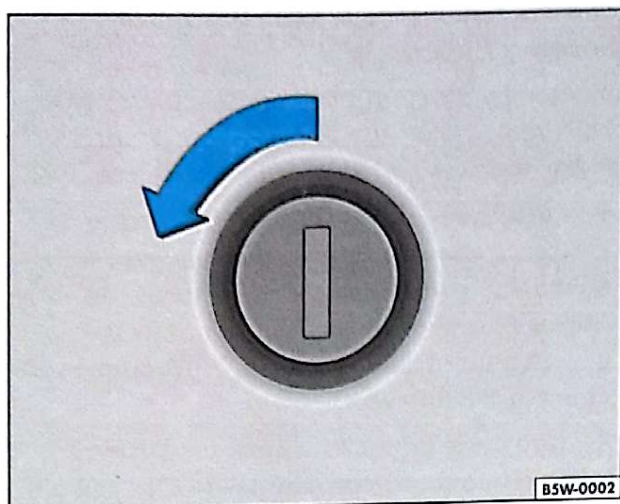

Fig. 52 Tampa do compartimento de bagagem: abertura
- Gire a chave no sentido anti-horário ⇒ fig. 52 e levante a tampa segurando-a pelo rebaixo acima da placa de licença.